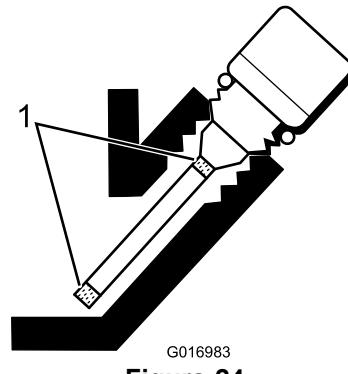

Figura 24
- Se o nível estiver baixo, adicione apenas o óleo suficiente para aumentar o nível até se encontrar entre as marcas no medidor (Figura 24).